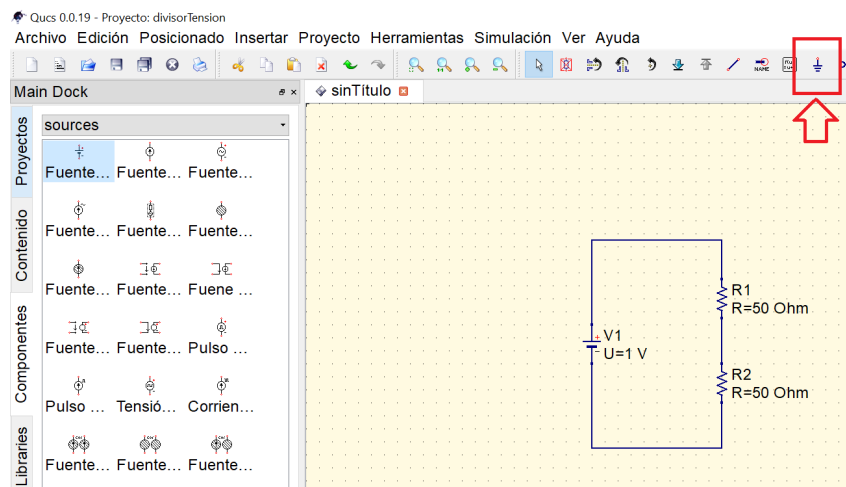

Figura 6: Icono de tierra en Qucs
- Utilizando el icono de tierra (marcado en rojo en la Figura 6)